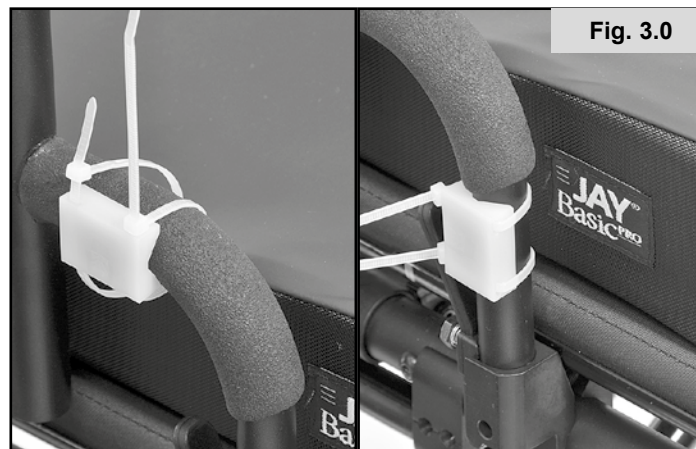

Fig. 3.0
3. Montering af den medfølgende afbryder (vist i hvidt for klarhed) kan bruges til at fastgøre afbryderen til enten et lodret eller vandret rør med en diameter på 19 mm til 28 mm, ved hjælp af det medfølgende dobbeltsidet tape og kabelstrips (fig. 3.0 - 4.0).